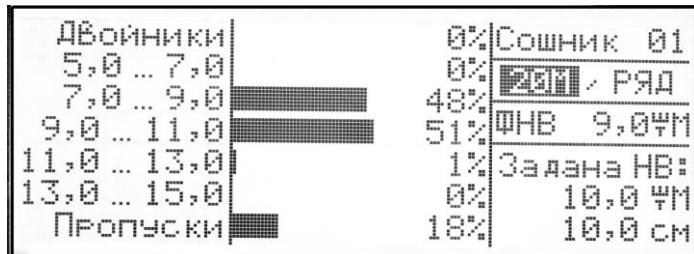

Рисунок 39
4.8.1 Длительным нажатием кнопки из режима «Готовность» можно включить режим «Анализ сева», при этом на дисплей выводится окно рисунок 39.
- на последних 20 метрах сева (рисунок 39);
4.8.2 В окне рисунок 39: